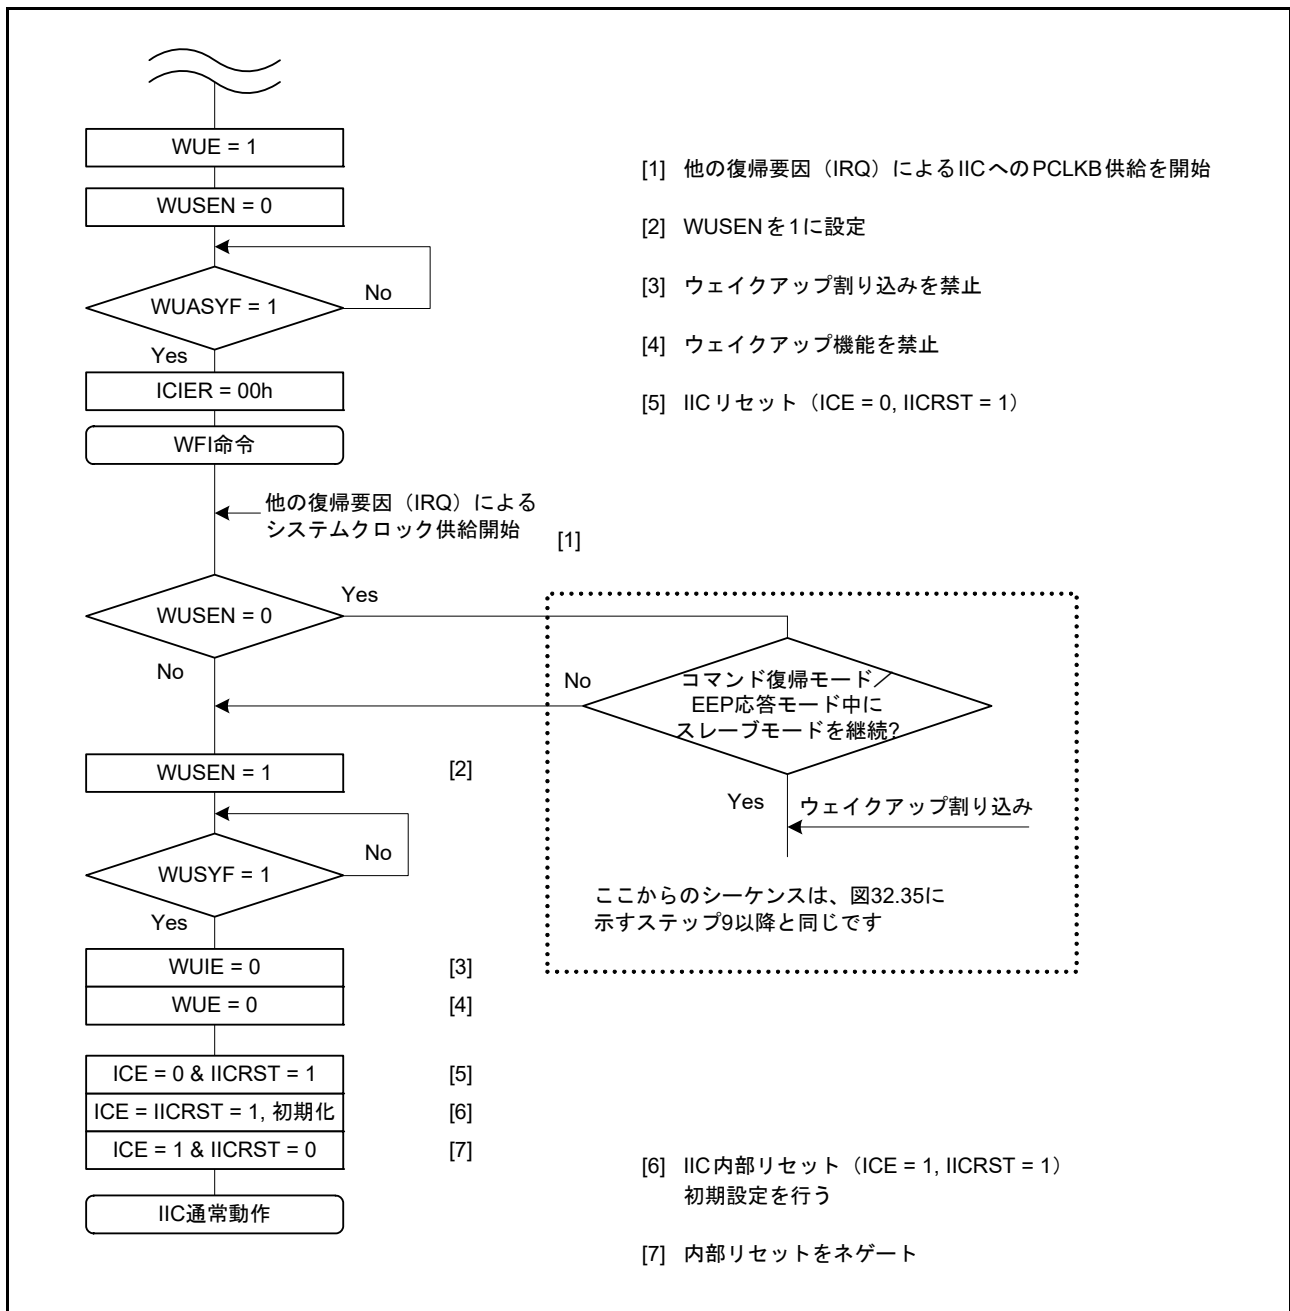

図 29.36 コマンドリカバリモードとEEP 応答モードの動作例 (IIC ウェイクアップ割り込み以外の割り込み (たとえば IRQn) によるウェイクアップの場合)
8. ウェイクアップ割り込み以外の割り込み (IRQn など) で、ソフトウェアスタンバイモードからの遷移がトリガされると、WUF フラグは 1 になりません。図 29.31 および図 29.36 に示す処理に従ってください。
ウェイクアップ割り込み以外の割り込み (IRQn など) で、ソフトウェアスタンバイモードからの遷移がトリガされると、WUF フラグは1になりません。図 29.36 に示す処理に従ってください。